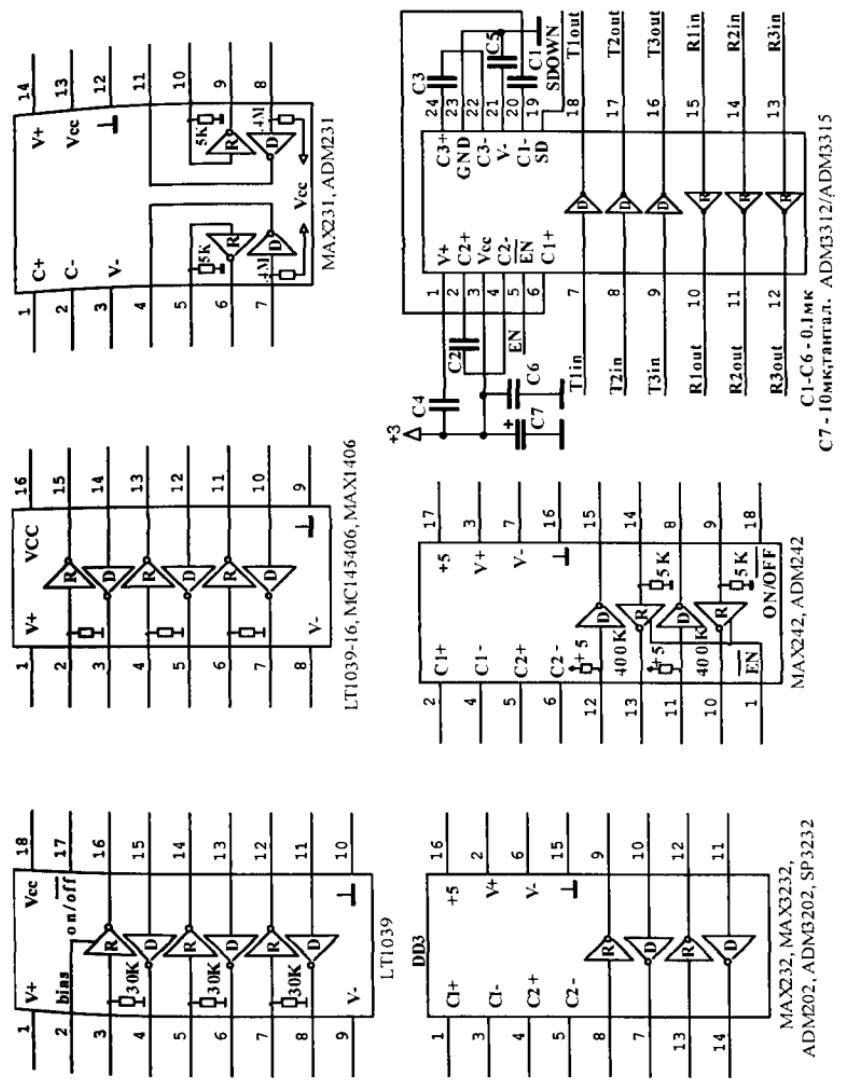

Рис. 3.4. Микросхемы традиционных преобразователей уровней RS232;
- в) содержат один передатчик и два (лучше три) приемника (рис. 3.4);
На рис. 3.4 приведены микросхемы преобразователей, которые сочетают в себе многие из перечисленных в пп. а)–ж) свойств, но, к сожалению, не все.